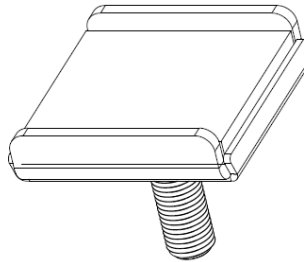

Figura 11
**Nota:** Para veículos que possuem longarina, como por exemplo picapes e SUVs, é recomendada a utilização da sapata “U” (Figura 11) para maior segurança na elevação.